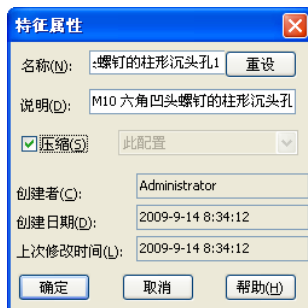

图 6-66 “特征属性”对话框
- (4) 对话框方式：在“FeatureManager 设计树”中，选择需要压缩的特征，然后单击右键，在快捷菜单中选择“特征属性”选项。在弹出的“特征属性”对话框中选择“压缩”复选框，然后单击“确定”按钮。如图 6-66 所示。